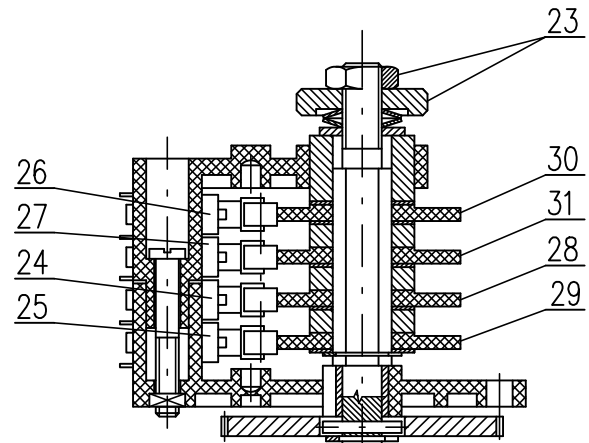

Рис.3
4.2 Установка узла положения и сигнализации (рис.3)
ЭП из завода-производителя установлен на жесткий ход (на основании спецификации), приведенной на заводской табличке. При установке, наладивании и перестановке ЭП поступайте следующим образом (рис.3):